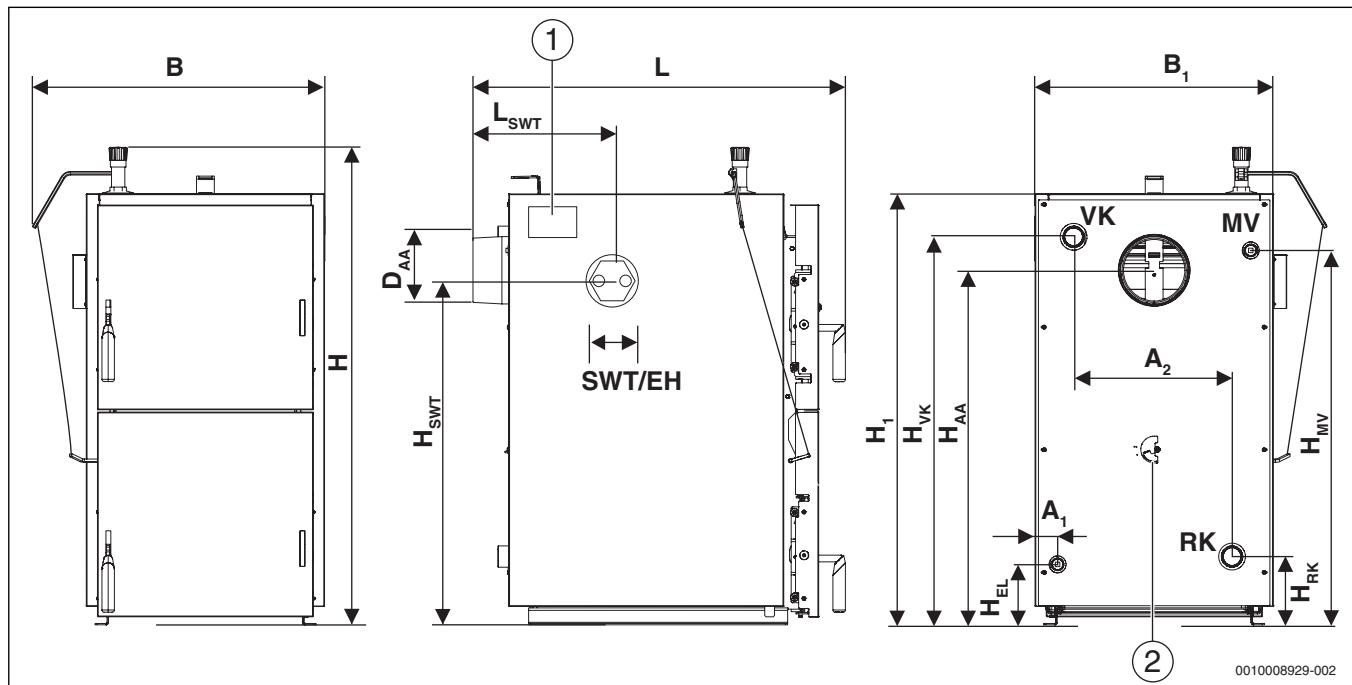

Рис. 5 Размеры Solid 2000H SFH 22 HNS
- Наклейте заводскую табличку в хорошо доступном и видимом месте, например, вверху на боковую стенку котла (→ рис. 5, стр. 7).